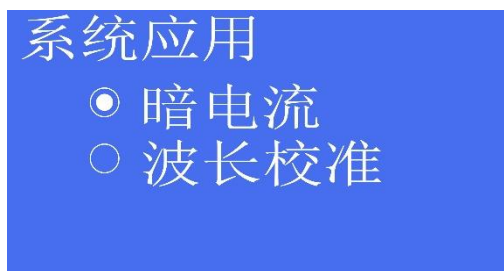

图 4-10
- 第一步： 主界面按上、下键选择系统应用，按 ENTER 键确定。图 4-10